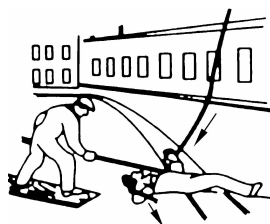

图 1-5 用干燥的木棒挑开电线
③ “挑”:如果导线落在触电者身上或被压在身下,可用干燥的绳索、木棒等绝缘物作为工具,拉开触电者或挑开电线,使触电者脱离电源,如图 1-5 所示。